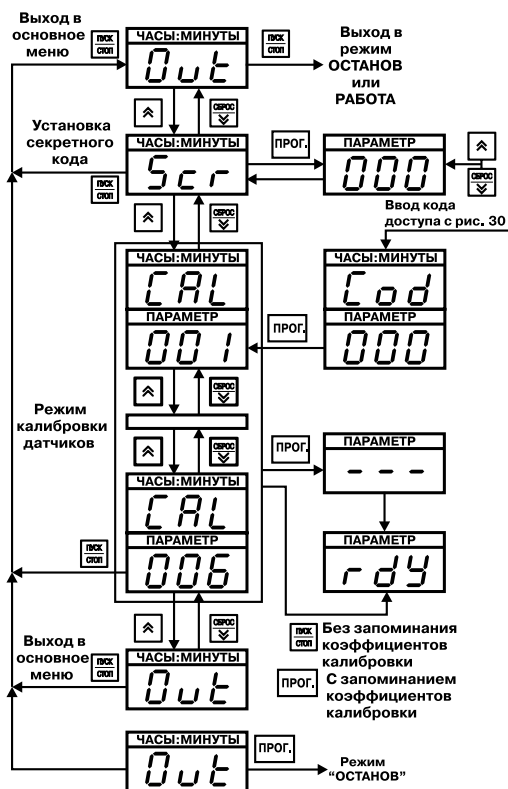

Рис. 33. Схема, поясняющая работу в уровне L4
4.2.5.1. На рис. 33 изображена схема, поясняющая программирование на уровне L3, где задаются значения параметров автонастройки ПИД-регуляторов.
4.2.6.1. На рис. 33 изображена схема, поясняющая программирование на уровне L4, где задаются значения параметров калибровки датчиков.